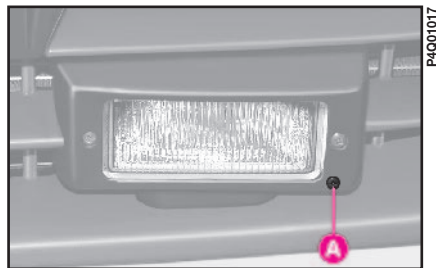

fig. 79 Versione S e Active
2) Saisir la partie arrière du coussin et le rabattre vers l'avant contre les dossiers des sièges avant **fig. 79**.
En agissant sur la vis **A-fig. 79** on règle le faisceau lumineux du feu.